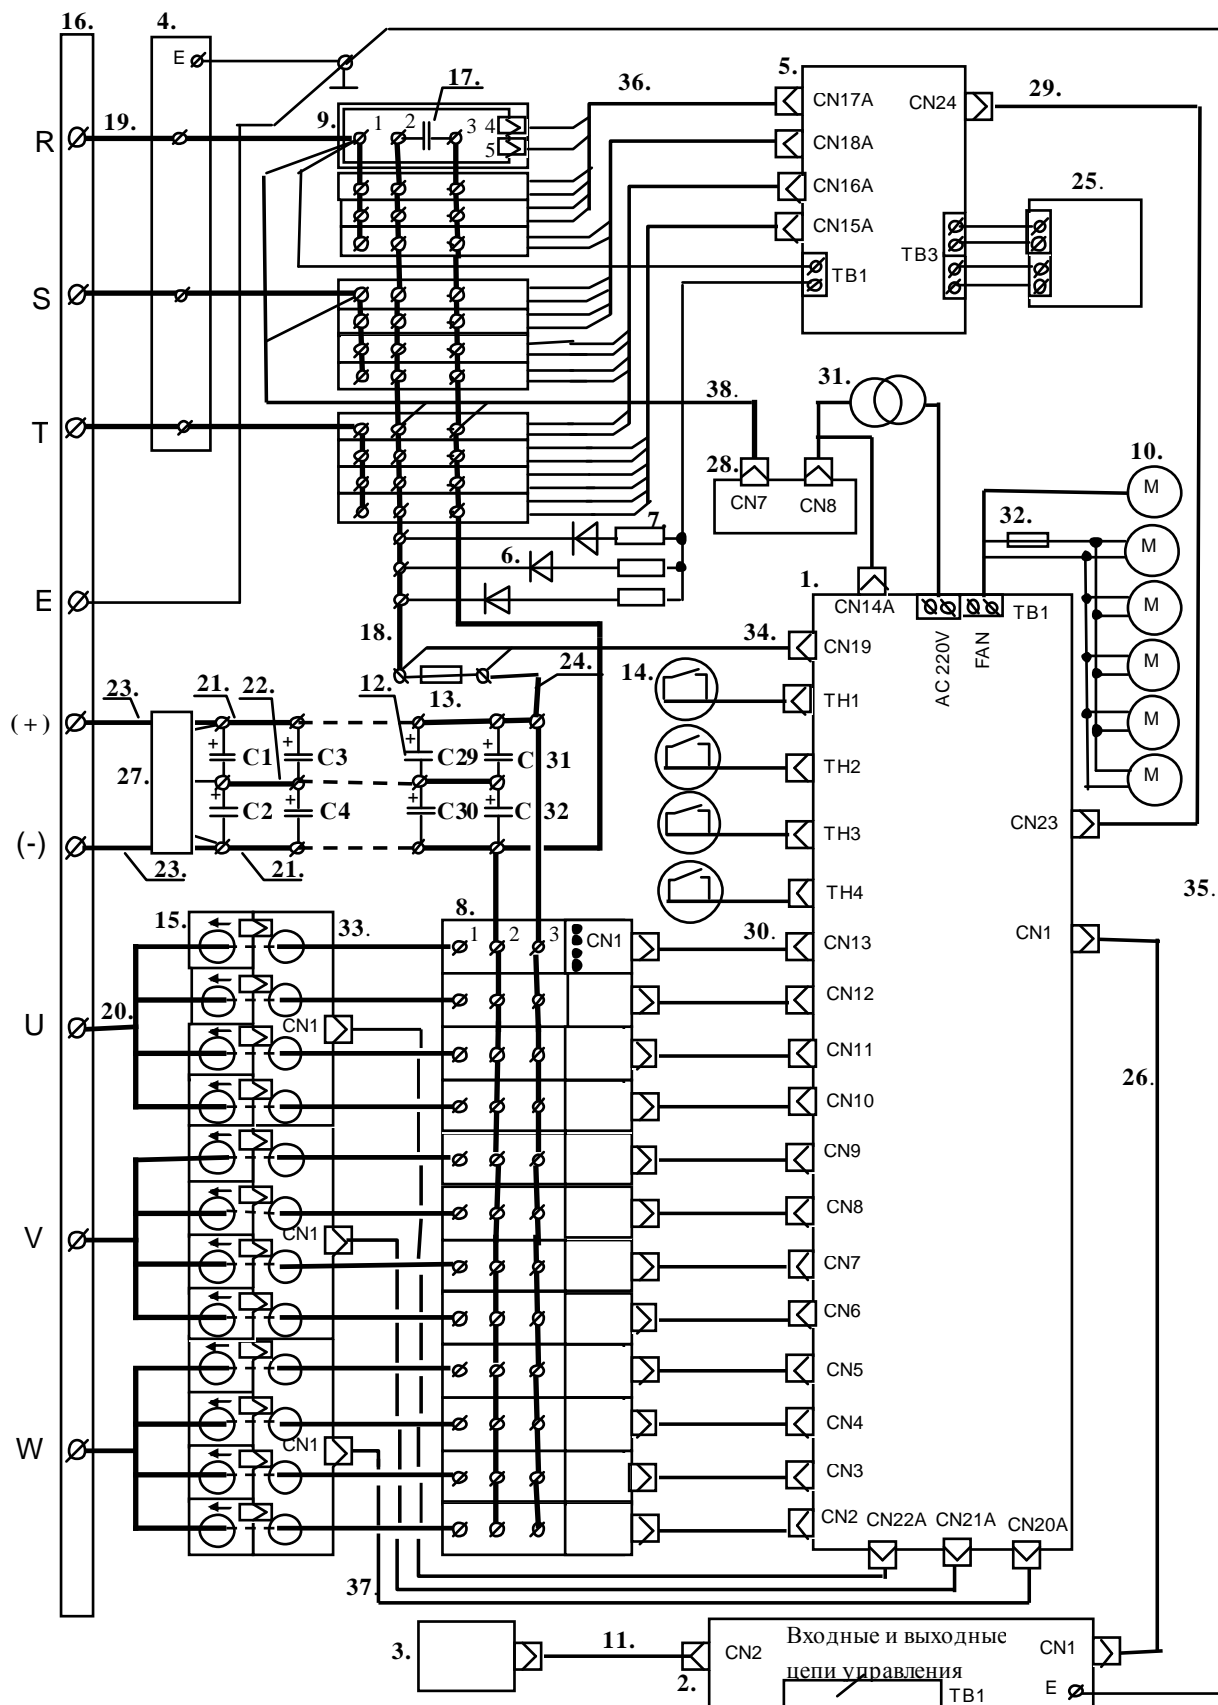

Рис. 4.2. Блок-схема преобразователя частоты EI-7011-400H.
Пояснения к рис. 4.2
4.4.1. Фотографии сменных узлов, входящих в состав преобразователя частоты EI-7011 -400Н, приведены в табл. 4.1. (порядковые номера соответствуют рис. 4.2).